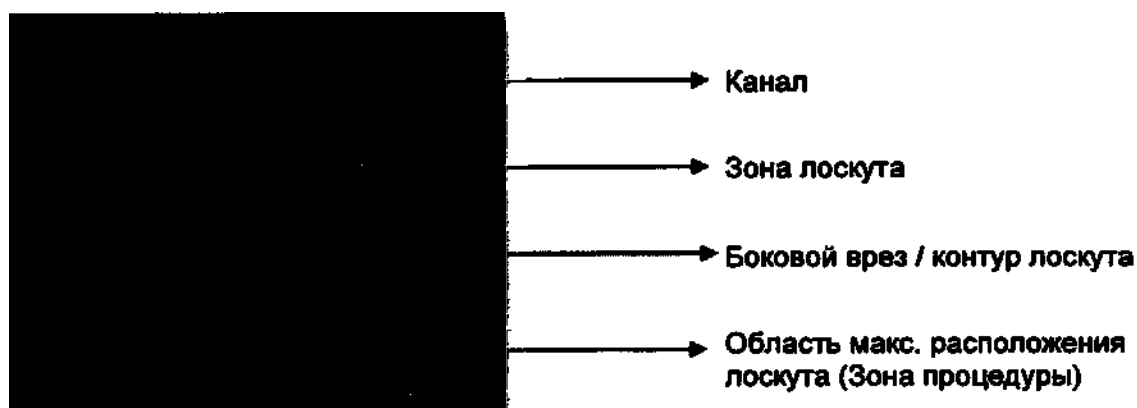
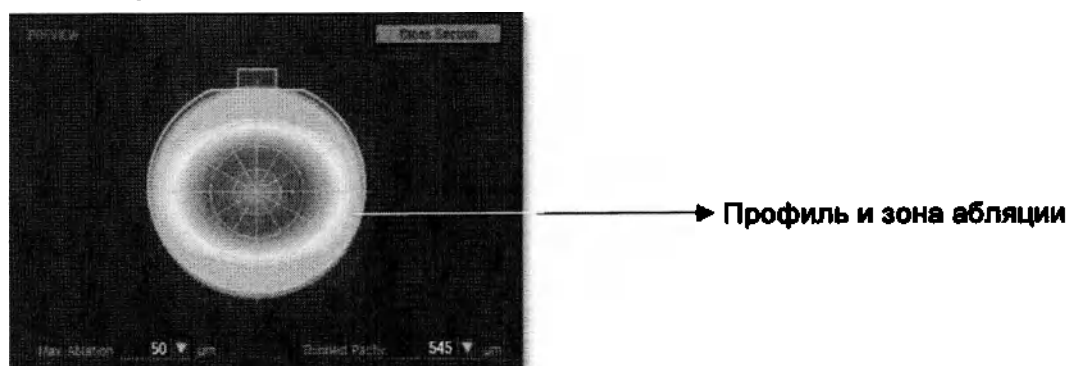

Рисунок 94. Окно планирования - этап 03 - стандартный лоскут - ПРЕДВАРИТЕЛЬНЫЙ ПРОСМОТР - только лоскут.
Рисунок 95. Окно планирования - FS200 - этап 03 - стандартный лоскут - ПРЕДВАРИТЕЛЬНЫЙ ПРОСМОТР - наложение абляции
- «**PREVIEW**» («**ПРЕДВАРИТЕЛЬНЫЙ ПРОСМОТР**») отображает общие размеры лоскута и профиль абляции относительно глаза (см. рисунок 94 ниже). В области лоскута также будет отображаться профиль абляции для коррекции рефракционных нарушений, если был выбран набор данных «Планируемое лечение» (см. рисунок 84 «Окно планирования - FS200 - этап 03 - ЗАПЛАНИРОВАННОЕ РЕФРАКЦИОННОЕ ЛЕЧЕНИЕ» и рисунок 95 ниже).